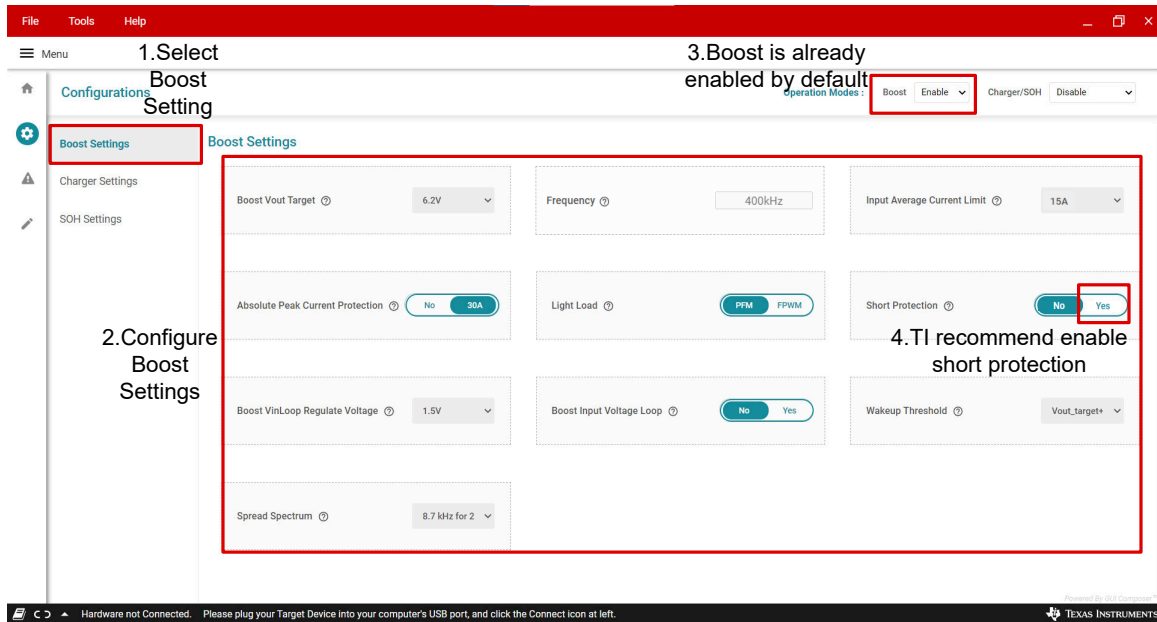

图 3-3. 升压设置表
- 单击启动按钮，GUI 将自动打开配置屏幕（请参阅图 3-3）。默认情况下，将 TPS61381 设置为升压启用。默认输出电压为 6.2V。根据设计目标设置升压模式输出电压、电流限制点等。